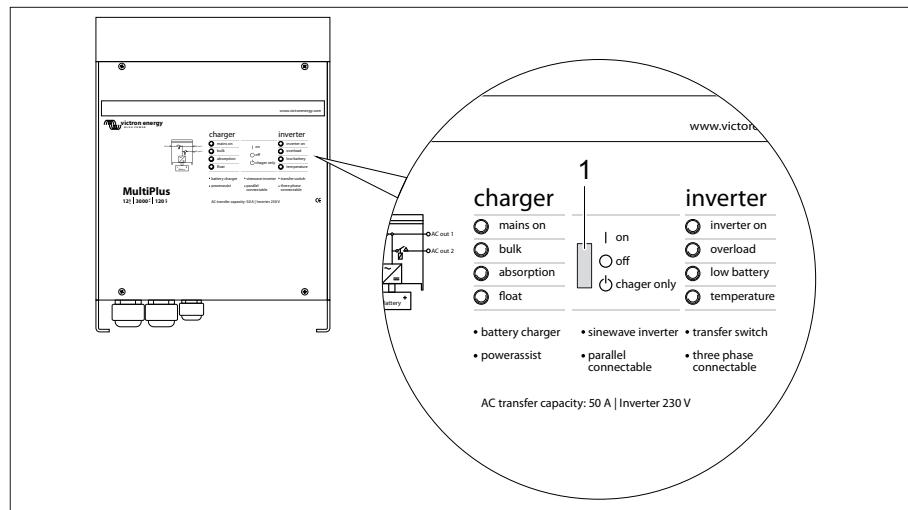

Fig. 260 Convertidor MultiPlus
Para el buen funcionamiento del Panel Digital Multi Control, el interruptor oscilante en el convertidor MultiPlus (Fig. 260,1) debe estar en "on".
Posiciones del interruptor oscilante (Fig. 260,1)
- ▷ Si no hay ninguna conexión de 230 V y el vehículo ya no se utiliza, el interruptor oscilante (Fig. 260,1) debe estar en "off". De lo contrario, puede ser que las baterías estén agotadas después de 3-4 días.